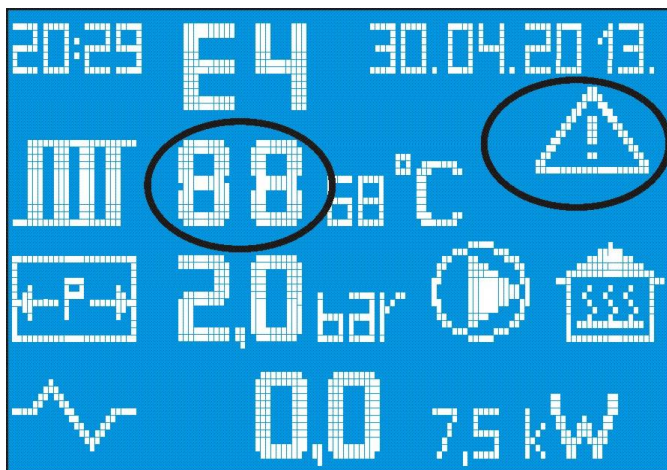

Figure 20: Avertissements liés à la température
- Lorsque la température du système est inférieure à 5°C ou supérieure à 80°C la valeur de la température se met à clignoter, le symbole du triangle d'avertissement apparaît et clignote continuellement, ainsi que le code d'avertissement (figure 20).